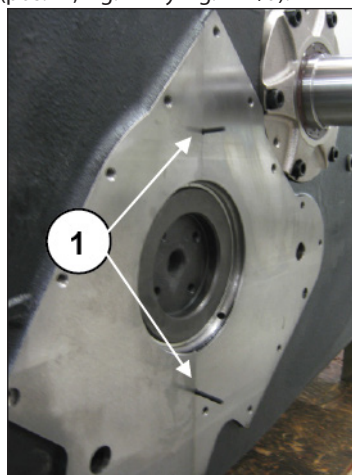

Fig. 113
Las juntas tóricas deben sobresalir 2 mm (pos. ①, Fig. 113).